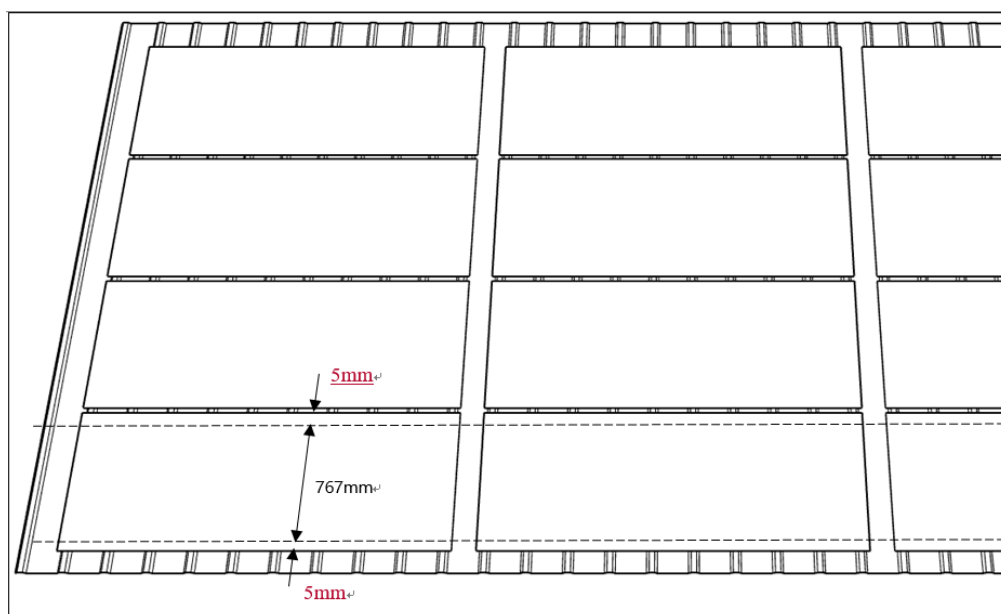

Figura 5
- ④ O comprimento de cada seção do adesivo estrutural deve ser de 767mm, com um recuo de 5 mm em cada extremidade em comparação com a borda longa do produto Galaxy Plus (conforme mostrado na Figura 5).